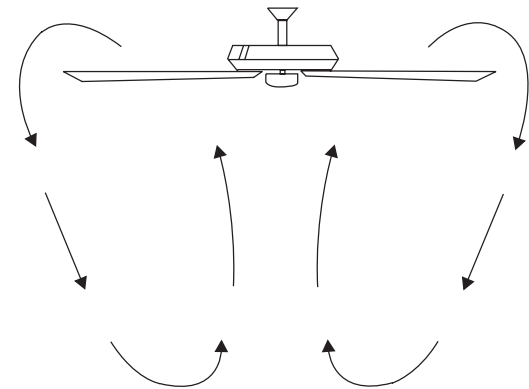

Figura 33
**Operación en clima frío:** Retroceso (en sentido de las agujas del reloj). Un flujo de aire ascendente mueve el aire caliente de las áreas del techo (Figura 33). Esto le permite configurar su unidad de calefacción en una configuración más fría sin afectar su comodidad general.